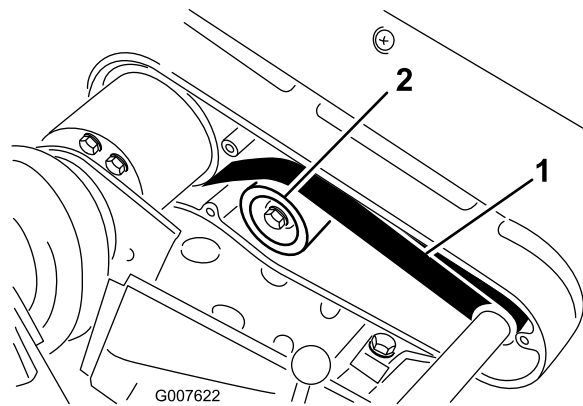

Рисунок 38
- А. Отпустите гайку крепления натяжного шкива и поджимайте натяжной шкив по часовой стрелке к обратной стороне ремня, пока не будет получено требуемое натяжение (Рисунок 38).
- Проверьте натяжение, приложив к ремню посередине между шкивами (Рисунок 38) усилие 22 – 26 Н.